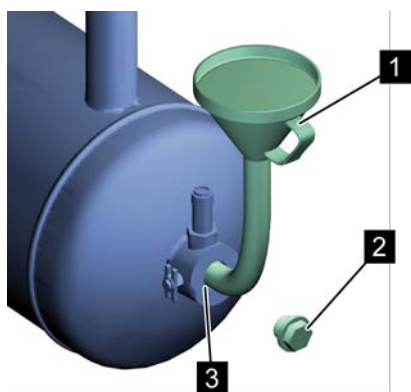

Рис. 36: Заливной штуцер
6. При помощи воронки (Рис. 36/1) залейте охлаждающую жидкость до заливной кромки заливного штуцера (Рис. 36/3).
8. Вставьте резьбовую пробку наливного отверстия (Рис. 36/2) и затяните ее ↪ Приложение В «Моменты затяжки винтов» на странице 126.